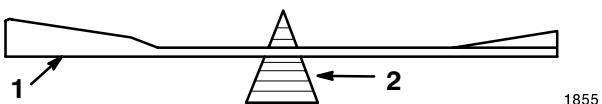

Figure 39
2. Vérifiez l'équilibre de la lame en la plaçant sur un équilibrEUR (Fig. 39). Si la lame reste horizontale, elle est équilibrée et peut être utilisée. Si la lame est déséquilibrée, limez un peu le dos de la lame. Vérifiez de nouveau et répétez la procédure jusqu'à ce que la lame soit équilibrée.